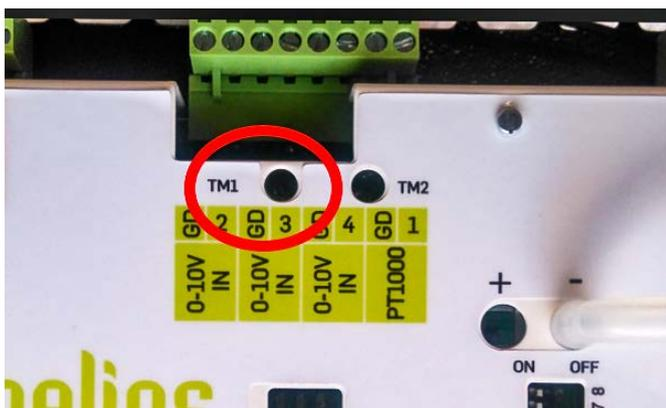

Abb. 33: a) Einstellung der Leistung des Ventilators: EC-Variante
- h) Bei zweistufigen Infrarotstrahlern wird die Luftansaugung auf minimale Leistung geregelt. Schalten sie den Infrarotstrahler auf minimale Leistung und warten sie 15 Minuten. Schließen sie den Abgasanalysator an und vergleichen sie den Sauerstoffgehalt in den Abgasen mit der Angabe in der Einstellungstabelle für die verringerte Leistung. Passen sie die Leistung des Ventilators so an, dass der gewünschte Sauerstoffgehalt in den Abgasen erreicht wird. Die Mindestdrehzahl des Ventilators wird durch vorsichtiges Drehen der Einstellschraube „Minimum Speed“ am Drehzahlregler (Abb. 33 b) eingestellt. Sollte die Einstellung des Ventilators schwierig sein, schließen sie an die Spannungsquelle des Ventilators ein Voltmeter an und suchen sie die Mindestdrehzahl im Bereich der Versorgungsspannung 67–73 V. ACHTUNG: Die Einstellschraube ist sehr empfindlich. Starten sie mit minimalen Veränderungen und prüfen dann das Voltmeter.
- j) Schließen sie den Abgasanalysator an und vergleichen sie den Sauerstoffgehalt in den Abgasen mit der Angabe in der Einstellungstabelle für die verringerte Leistung. Passen sie die Leistung des Ventilators so an, dass der gewünschte Sauerstoffgehalt in den Abgasen erreicht wird. Die Mindest-drehzahl des Ventilators wird durch vorsichtiges Drehen der Einstellschraube „TM1“ an der Schalttafel angepasst (EC-Variante – Abb. 33 a), oder durch „Minimum Speed“ am Drehzahlregler (AC-Variante Abb. 33 b). Sollte die Einstellung des AC-Ventilators schwierig sein, schließen sie an die Spannungsquelle des Ventilators ein Voltmeter an und suchen sie die Mindest-drehzahl im Bereich der Versorgungsspannung 67–73 V. ACHTUNG: Die Einstellschraube ist sehr empfindlich. Starten sie mit minimalen Veränderungen und prüfen dann das Voltmeter. Vor dem nächsten Schritt muss der Strahler zumindest zwei Minuten brennen, mit unveränderter Einstellung des Ventilators, damit die korrekte Speicherung des gewünschten min. Unterdrucks im Brennergehäuse erfolgt.